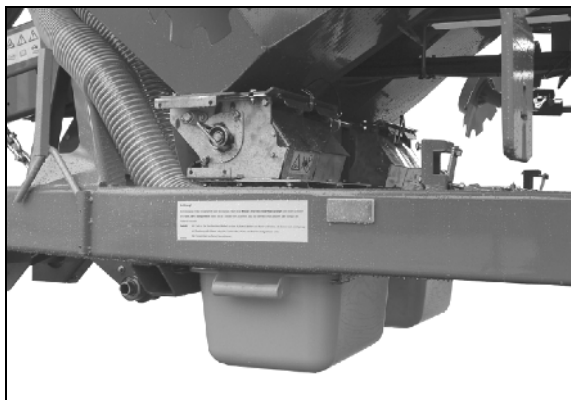

Рис. 121
- Колесо с почвозацепами (Рис. 121), при помощи рукоятки для проворачивания высевающих аппаратов сеялки поворачивайте против часовой стрелки столько, пока дозирующие катушки и дозатор не разгрузятся полностью.